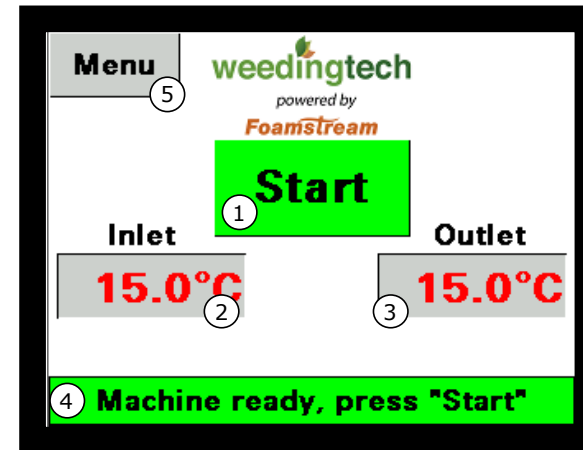

Figure 6 - Écran de démarrage de l'API
- ✓ Attendre que la purge soit terminée. Un nouvel écran apparaîtra, représenté dans la Figure 6.
Quand la M600 est prête à démarrer, l'écran ci-dessous apparaîtra (comme dans la Figure 6)
Pour accéder au menu, cliquer sur le bouton **Menu** (élément 5 de la Figure 6) en haut à gauche de l'écran. L'écran ci-dessous apparaîtra.